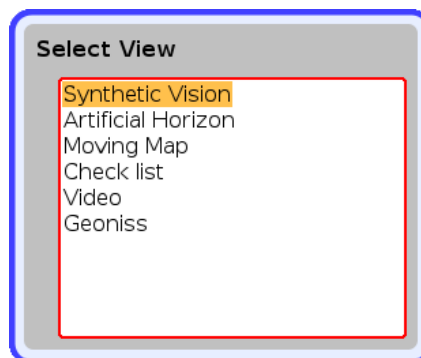

Figura 14: Dialogo para escolher a imagem de fundo.
- O comando *View* abre o diálogo mostrado na figura 14.